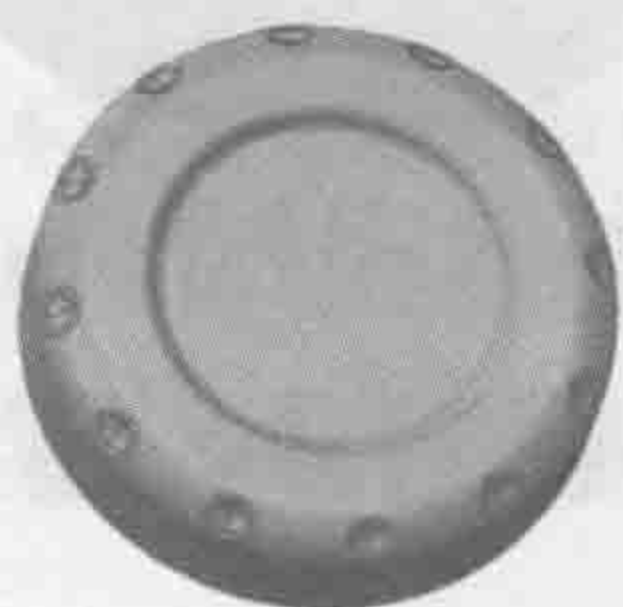

图 1.13 环形阵列 1
Step8. 创建图 1.13 所示的环形阵列 1。在 **阵列** 区域中单击  按钮，选取“旋转 2”与“圆角 4”为要阵列的特征，选取“Y 轴”为环形阵列轴，阵列个数为 12，阵列角度为 360° ，